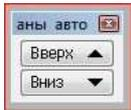

Рис.2. Кнопки продолжения поиска
- После запуска поиска на экране возникает окошко с парой кнопок "Вверх" / "Вниз", с помощью которых можно продолжить поиск в нужном направлении (Рис.2):